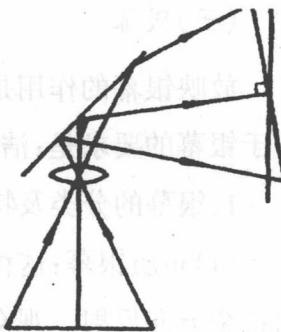

图 17-6 银幕的前倾
(1) 高度合理: 架设银幕的最低高度是全体学生都能看到完整影像的最低高度。
(2) 倾角适当: 挂设银幕时, 应使银幕上部略向前移, 形成一个适当的倾角, 这样有利于减弱梯形失真现象。银幕的前倾如图 17-6 所示。
(3) 亮度适宜: 使用幻灯机时, 环境亮度不能过强, 否则影响放映效果; 同时, 不也不宜过暗, 因为学生观看幻灯的同时还要适当看书及笔记。
(4) 距离恰当: 银幕与前排学生的距离不应小于幕宽的 1.5 倍。否则, 前排同学易感到影像失真, 同时, 也会因仰角过大而使观看吃力。